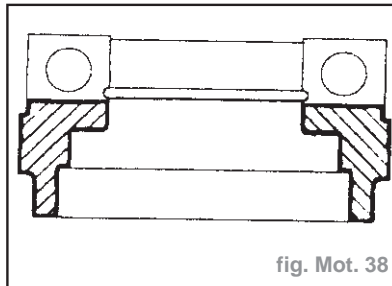

fig. Mot. 38
- Appliquer de l'étanchéifiant sur les points indiqués au chapeau de palier d'arbre à cames N°1 et sur la face opposée de la culasse (fig. Mot. 38).
- Appliquer de l'étanchéissant aux points indiqués sur les chapeaux de paliers d'arbre à cames N°0 et 5 (fig. Mot. 38).